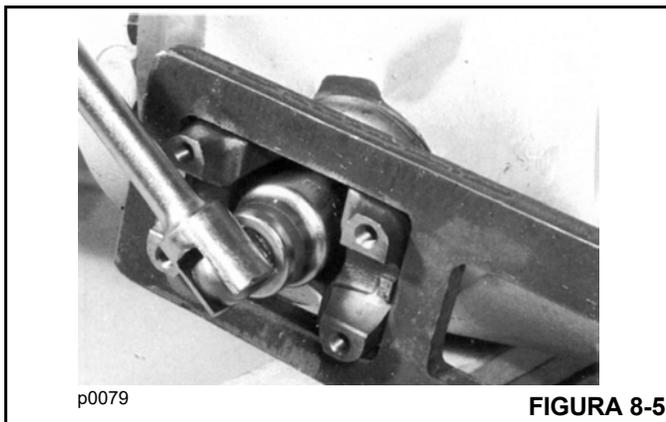

FIGURA 8-5
2. Marque a posição do garfo do engate no eixo estriado. Utilizando a chave do engate de acionamento, remova o garfo do engate (Figura 8-5) junto com sua porca flangeada e arruela.